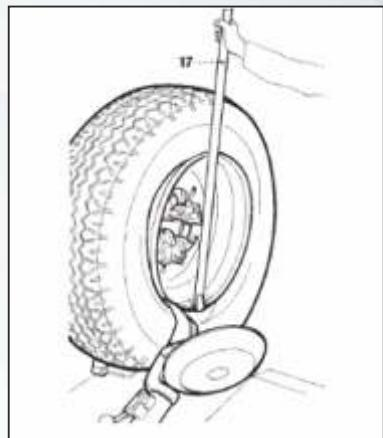

Рисунок 17
- вращайте колесо и одновременно проталкивайте съемный рычаг между ободом и бортиком, пока он не зацепится за бортик (см. рис.17).
- вставьте рычаг 17 (рис.17) между ободом и бортиком справа от съемного рычага.
- вставьте рычаг 17 (рис.17) между диском и бортиком справа от съемного рычага.